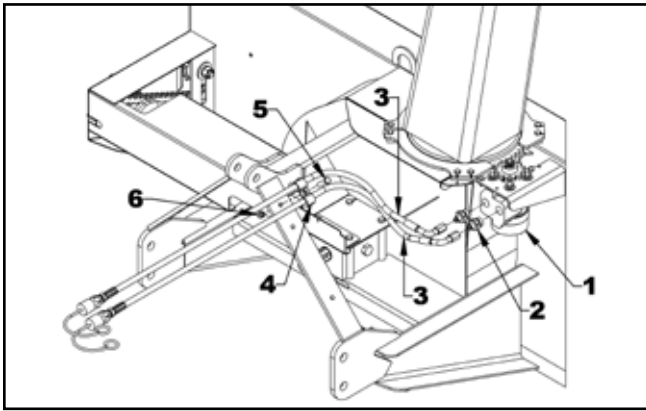

Figure 24. Assemblage du tuyau
4. Figure 24 : Installez un limiteur de débit de 0,052 po (2) dans chaque orifice du moteur (1).